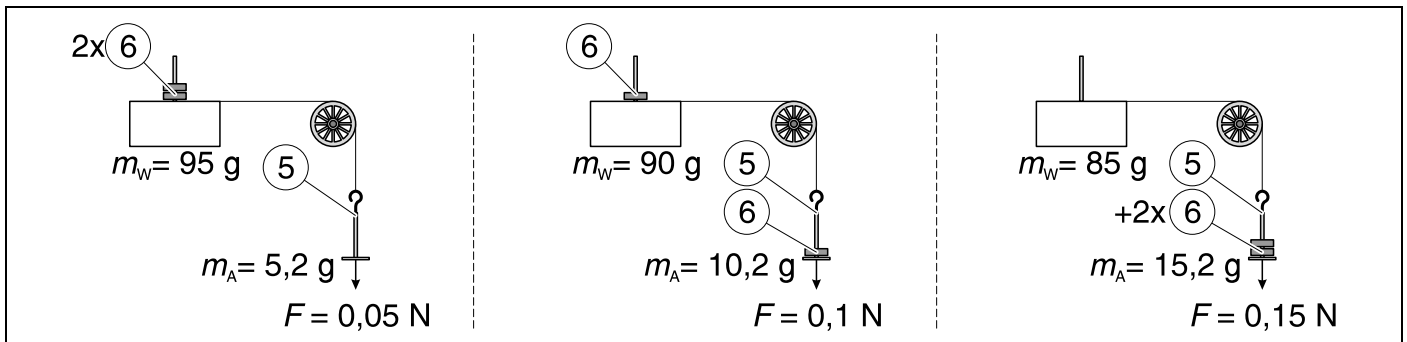

Fig. 3
Bitte beachten: Bei Beschleunigung durch Antriebsgewichte ⑤, ⑥ (337 04) die Schlitzgewichte ⑥ gemäß Fig. 3 so auf den Wagen und das Tellergewicht ⑤ verteilen, daß die beschleunigte (Gesamt-) Masse m konstant bleibt:
Note: When using the driving weights ⑤ and ⑥ (337 04), the slotted weights ⑥ should be distributed according to Fig. 3 between trolley and weight ⑤ so that the total accelerated mass m remains constant: